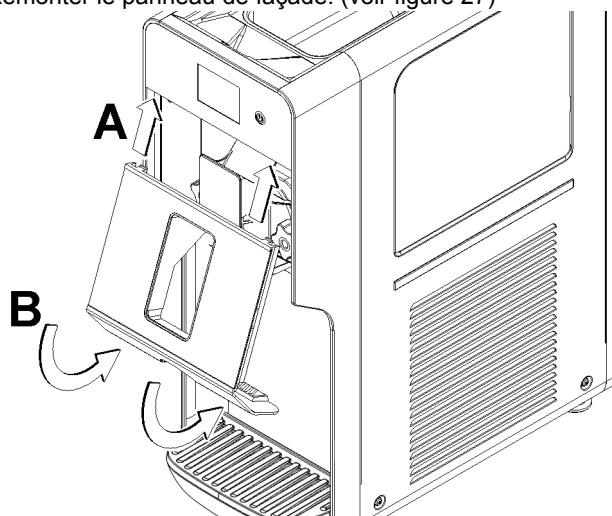

figure 27
- 5** Remonter le panneau de façade. (voir figure 27)